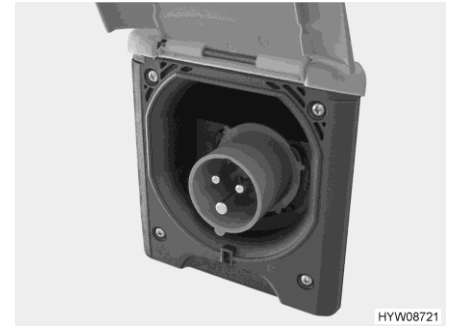

Bild 143 230-V-Anschluss am Fahrzeug
- Abdeckung des 230-V-Anschlusses am Fahrzeug öffnen (Bild 143) und Steckkupplung einstecken.